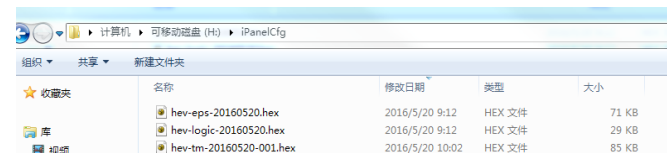

图 18 存储键盘机型文件路径示意图
- 2) 为保证屏蔽层导电的连续性，屏蔽层务必和驱动器高压输入屏蔽防水堵头进行360°全搭接，具体搭接方式请参考图18，双芯屏蔽线搭接方式与三芯屏蔽线搭接方式相同。
- 为保证屏蔽层导电的连续性，屏蔽层务必和驱动器的UVW输出屏蔽防水堵头进行360°全搭接，搭接方式参考图18。